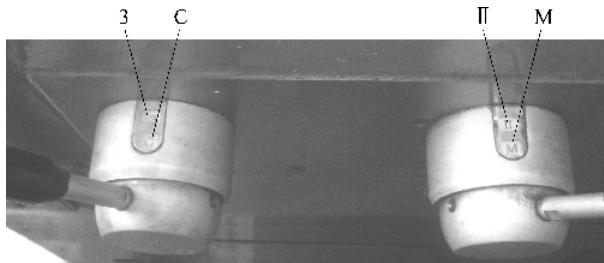

图 1-9 进给手柄位置
② 拨动进给手柄至对应转速位置(M、Ⅱ、C、3)，如图 1-9 所示。